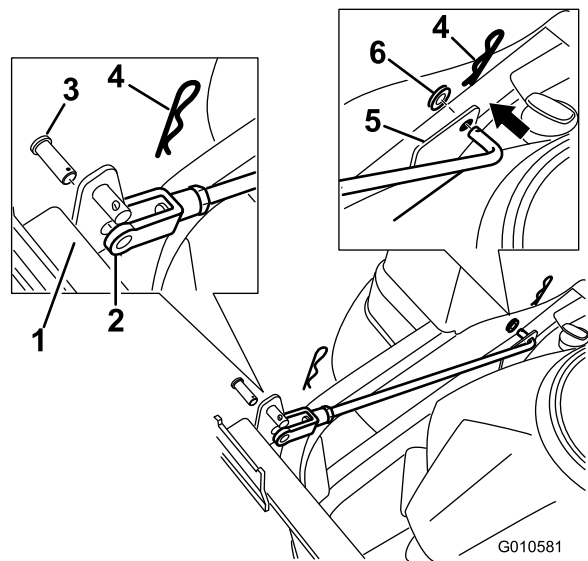

Figure 6
- Montez deux tiges de support de chaque côté du bâti. Placez le support existant entre la roue motrice arrière et le bâti (Figure 6).
- Insérez l'extrémité coudée de la tige dans le bâti du dispositif de ramassage, comme illustré à la Figure 6. Fixez le bout de la tige avec une rondelle et une goupille fendue.
- Fixez le côté chape des tiges au bâti du dispositif de ramassage à l'aide d'un axe de chape et d'une goupille fendue (Figure 6).